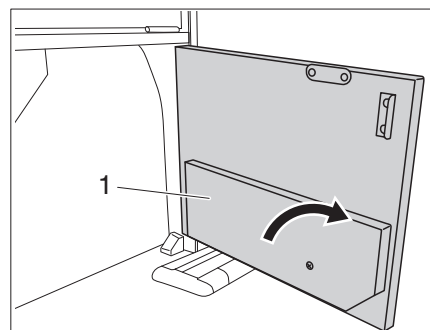

Figure 29 Volet d'accès Alimentation électrique
▷ La plaque de cuisson à induction peut être utilisée uniquement lorsque le support (Figure 29, 1) est déplié.
- Faire pivoter le support (Figure 29, 1) à 90°.